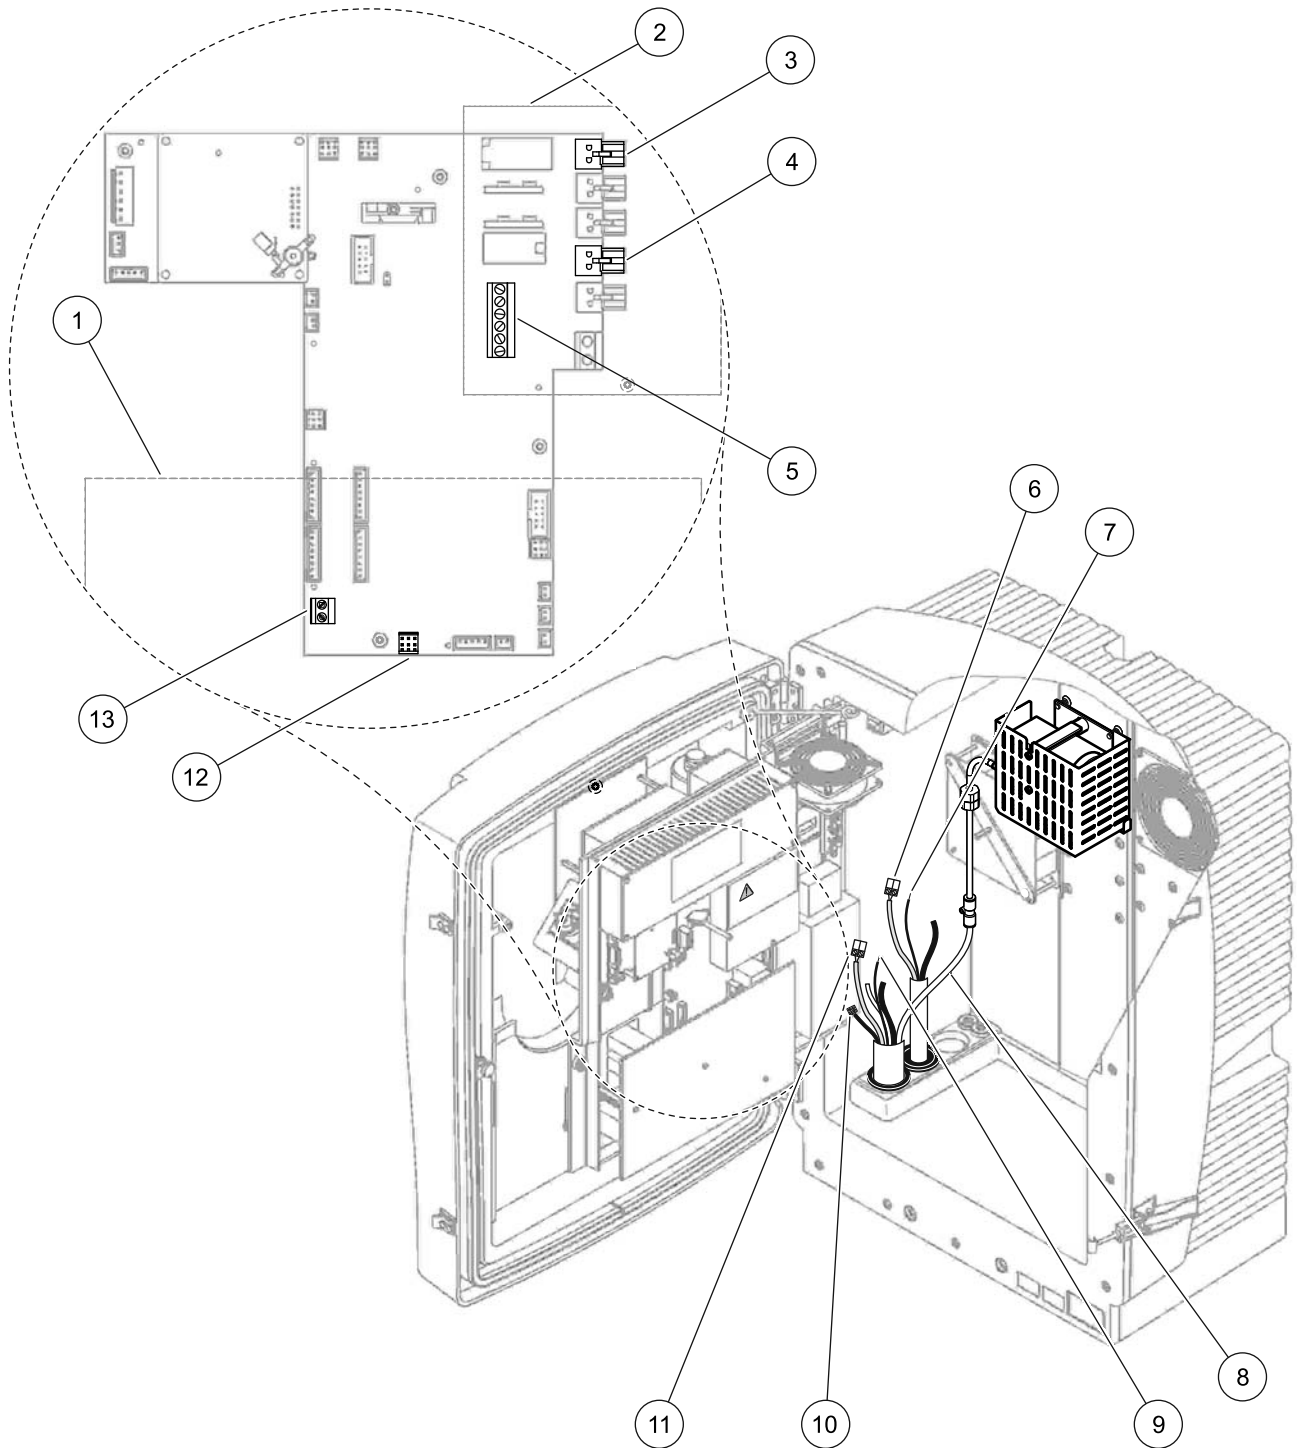

図 16 フィルタ プローブ sc とオプションの加熱ドレーンとの接続
4. アース接地 (緑 / 黄色) 線 (アイテム 9、29 ページの図 16) をフィルタ プローブ sc から接地端子 (アイテム 5、29 ページの図 16) に接続します。
5. 電源コネクタを適切な端子接続に接続します (アイテム 4 とアイテム 11、29 ページの図 16)。
7. データコネクタ (アイテム 10、29 ページの図 16) をメインボード (アイテム 12、29 ページの図 16) に接続します。
9. 白いエアーチューブ (アイテム 8、29 ページの図 16) をフィルタ プローブ sc から分析装置上のエアーチューブ接続部に接続します (29 ページの図 16)。
29 ページの図 16 および以下の手順を参照して加熱ドレーンを接続してください。
5. 加熱ドレーンのケーブル (アイテム 6、29 ページの図 16) を端子ブロック (アイテム 3、29 ページの図 16) に接続します。